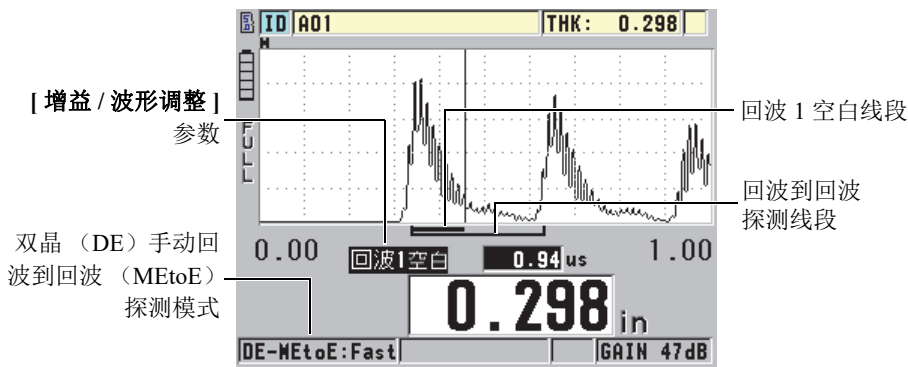

图 6-4 在手动回波到回波探测模式下进行测量
**DE-MEtoE**（双晶手动回波到回波）指示器出现在厚度读数的左侧。手动模式下的回波到回波探测线段与自动回波到回波模式的相似，不同之处是手动模式的线段包含一段可调节的 E1 空白线段，用以表明回波探测不使用的区域（参见第 78 页的图 6-4）。仪器测量 E1（回波 1）空白后面的、波幅至少为波形显示高度 20% 的第一个回波。在这个模式下，按 [增益 / 波形调整] 键，然后使用箭头键调整扩展空白、回波 1 空白及增益参数。